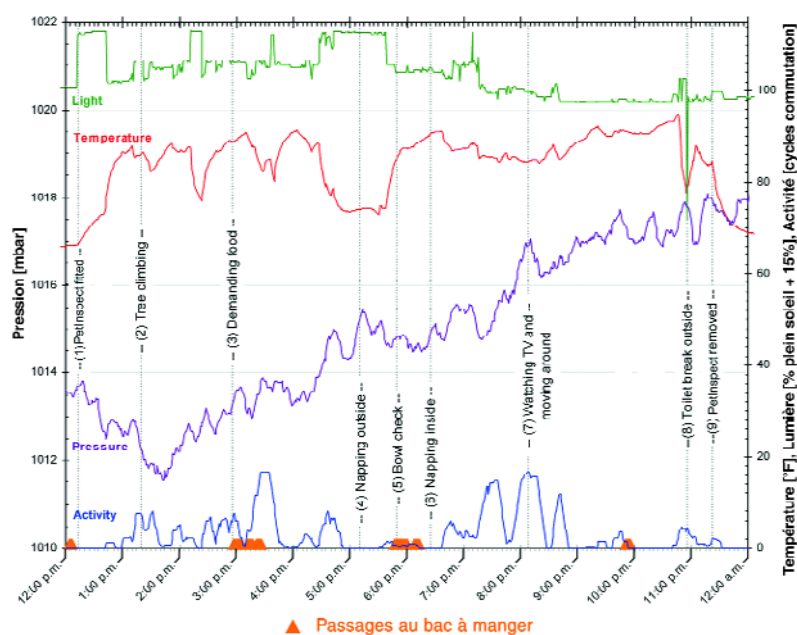

Figure 2. En téléchargeant les données et en les transformant en graphiques dans un tableur, vous pouvez visualiser ce qui se passe pour votre animal.
chargeant une fois par semaine, vous pouvez obtenir des courbes continues pendant la durée de vie de vos piles – deux mois et demi en général. La **figure 2** montre les résultats transmis par un PetInspect porté par Elmo, résultats couvrant une demi-journée avec des intervalles de saisie d'une minute.
Même lorsque le cœur du microcontrôleur est arrêté, l'interrupteur alimente deux compteurs-minuteurs. Le premier est cadencé par l'interrupteur câblé entre la terre et une résistance de forçage connectée à V_{dd} qui fournit le nombre de cycles d'interruption par minutes. Le deuxième minuteur sert de porte logique à l'horloge en temps réel à quartz de 32 kHz vers un autre compteur pour calculer le « pourcentage de fermeture », c'est-à-dire le pourcentage de temps pendant lequel l'interrupteur reste en position fermée. La figure 2 montre une activité accrue quand Elmo était à l'origine de la plupart des événements observés durant la journée – sauf pendant ses siestes !
Dans la figure 2, l'événement (2) montre Elmo grim pant à un arbre. On voit distinctement une baisse provisoire de pression lorsqu'elle est dans l'arbre, suivie d'une rapide augmentation lors de son retour vers le sol. Les variations mineures le long de la courbe sont
Dans la figure 2, lorsque Elmo faisait sa sieste au-dehors (4), il y avait une plus grande quantité de lumière incidente et une température plus basse avait été enregistrée. Les changements soudains de température enregistrés par l'unité s'affichent de manière exponentielle, même en présence de faibles fluctuations. Par exemple, quand le PetInspect a été ôté d'Elmo (9), la température enregistrée s'est effondrée de cette manière brutale, mais on peut le voir aussi, quoique avec une définition plus faible, lorsque Elmo sort de la maison juste avant sa sieste à l'extérieur (4) et à nouveau lorsqu'elle rentre dans la maison pour son repas à 18 heures (5).